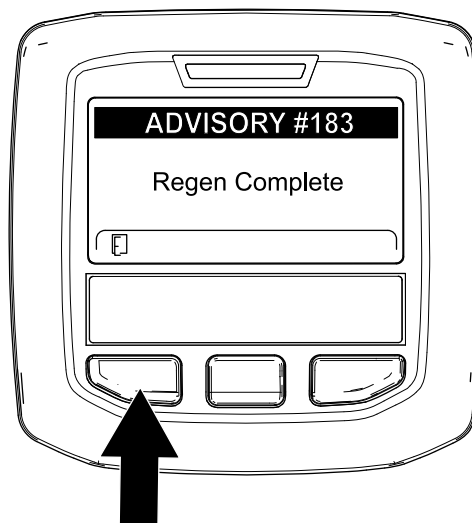

Рисунок 85
9. Когда компьютер двигателя завершает процесс стационарной или восстановительной регенерации, на дисплее инфо-центра появляется информационное сообщение № 183 (Рисунок 85). Для перехода на главный экран нажмите левую кнопку.